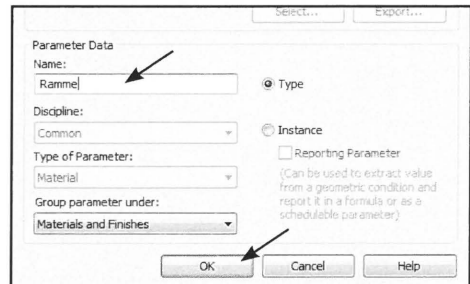

Fig. 08.44. Navngiv parameteren *Ramme* og tryk *OK*.
- Navngiv den *Ramme* og klik *OK* (Fig. 08.44).